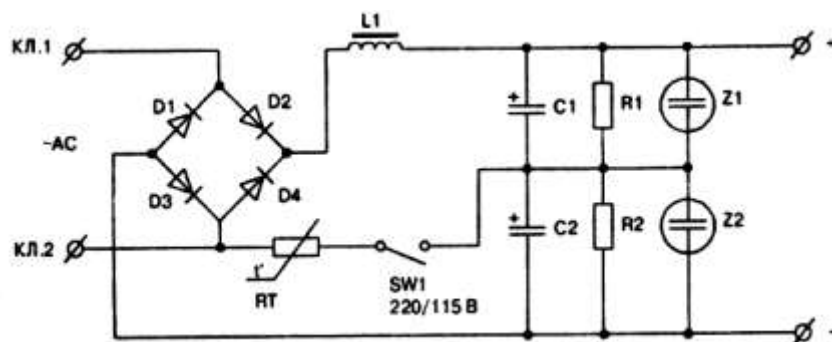

Рис. 5 Низкочастотный выпрямитель
*Низкочастотный выпрямитель.* Питание преобразователей осуществляется постоянным напряжением, которое вырабатывается низкочастотным выпрямителем (рис. 5). Мостовая схема выпрямления, выполненная на диодах D1...D4, обеспечивает надлежащее качество выпрямления сетевого напряжения. Последующее сглаживание пульсаций выпрямленного напряжения осуществляется фильтром на дросселе L1 и последовательно включенных конденсаторах C1, C2. Резисторы R1, R2 создают цепь разряда конденсаторов C1, C2 после отключения блока питания от сети. Одной из функций выпрямителя является ограничение тока зарядки входного конденсатора низкочастотного фильтра, выполненное элементами, входящими в состав выпрямительного устройства блока питания. Применение термисторов типа NTCR1, включаемых последовательно в цепь заряда конденсатора, позволяет устранить нежелательные эффекты заряда входного конденсатора низкочастотного фильтра. Принцип ограничения тока основан на нелинейных характеристиках этих элементов. Термистор имеет некоторое сопротивление в «холодном» состоянии, после прохождения пика зарядного тока резистор разогревается и его сопротивление становится в 20...50 раз меньше. В номинальном режиме работы оно останется низким. Преимущества этой схемы ограничения: простота и надежность. В высококачественных источниках питания используются варисторы Z1, Z2. Их применение объясняется необходимостью защиты блока от превышения напряжения в питающей сети.